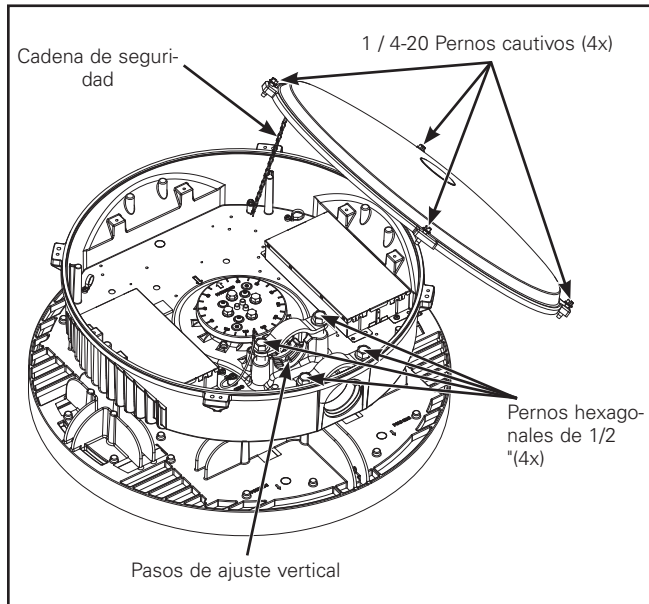

Figura 1.
2. Afloje los cuatro tornillos cautivos de cabeza hexagonal de 1/4-20 para quitar la cubierta de la caja del impulsor con un destornillador de 3/8". (Figura 1).